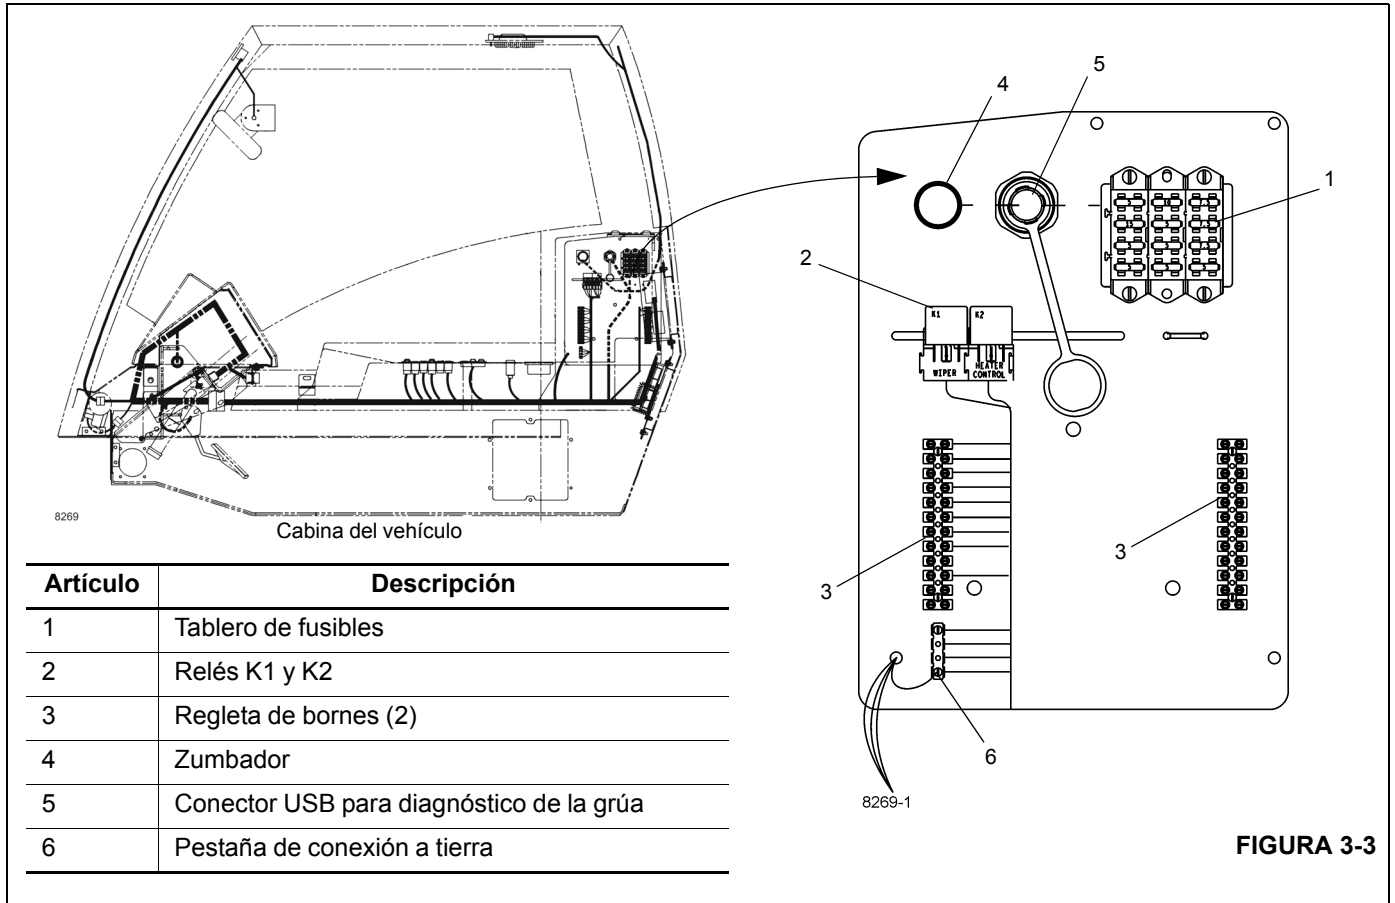

FIGURA 3-3
La mayor parte de los circuitos y componentes eléctricos de la cabina del vehículo están protegidos por los fusibles montados en el tablero de alimentación de la cabina del vehículo (Figura 3-3), ubicado hacia la parte trasera de la cabina, detrás del asiento del conductor. Es posible obtener acceso a este tablero retirando la cubierta de plástico.
El tablero de alimentación (Figura 3-3) contiene 12 fusibles, (2) regletas de bornes, (2) relés, un zumbador de advertencia, una pestaña de conexión a tierra y un conector USB para diagnóstico. Una etiqueta (Figura 3-4) ubicada en el interior de la cubierta de este tablero de alimentación identifica cada fusible y relé, y describe su función.